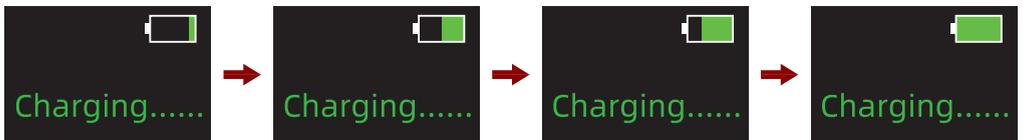

图 22、充电过程状态示意图
8.2.2 当主机屏幕电池图标显示为图 22 内容时，提示电量低需要充电。